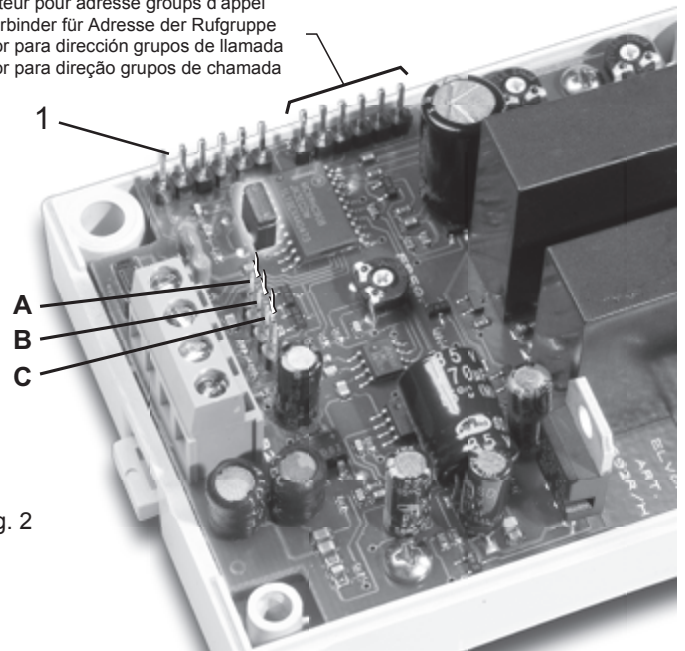

Fig. 2
2. Colocar as pontes em ID0 e ID1 para seleccionar o grupo onde se pretende repetir a chamada (ver Tab. 1 e Fig. 2)
3. Colocar as pontes ID0 e ID1 de modo a seleccionar o endereço do grupo de chamada que se pretende eliminar (tab1 e fig. 2)